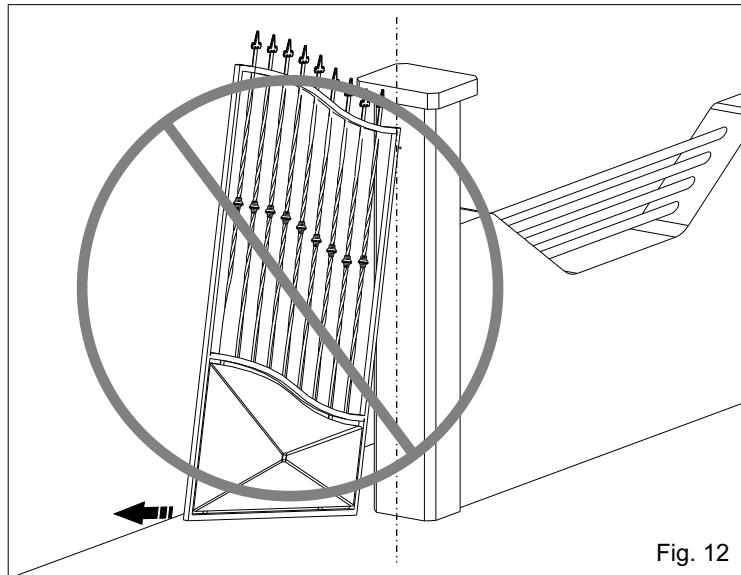

Fig. 12
3.8. Hacer mucha atención a no poner la hoja fuera de los ejes (Fig. 12 y 13), el eje tiene que coincidir con el eje de rotación del gozne teniendo en cuenta que la distancia mínima de la columna es de 60 mm (Fig. 14).